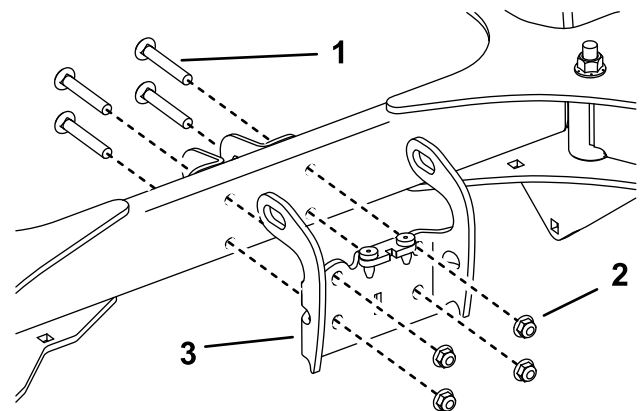

Figura 4
1. Retire los 4 pernos de cuello cuadrado ($\frac{3}{8}$ " x $2\frac{1}{2}$ "), las 4 tuercas ($\frac{3}{8}$ ") y el soporte de bloqueo (Figura 4).